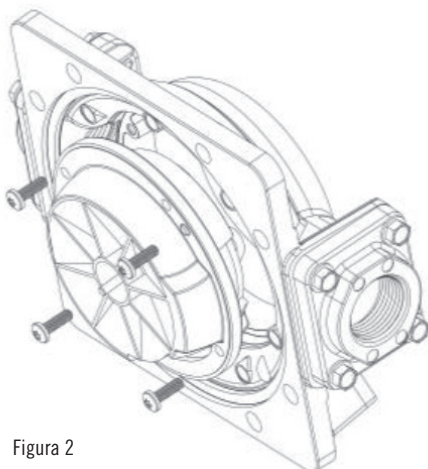

Figura 2
A Câmara do Medidor é composta por câmaras superior e inferior, um disco nutante e quatro parafusos (Figura 2).
2. A câmara do medidor pode ser removida retirando os 4 parafusos (veja a Figura 2).